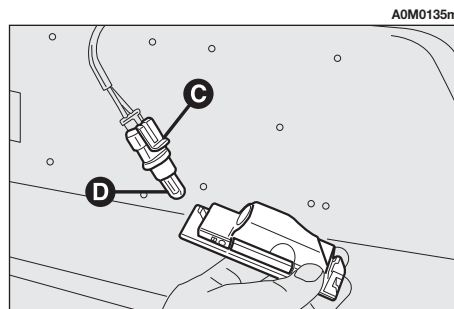

fig. 55
– Estrarre il portalampada (**C-fig. 55**) ruotandolo in senso antiorario e sostituire la lampada (**D-fig. 55**) inserita a pressione.
– Rimontare il portalampada (**C-fig. 55**) ruotandolo in senso orario.